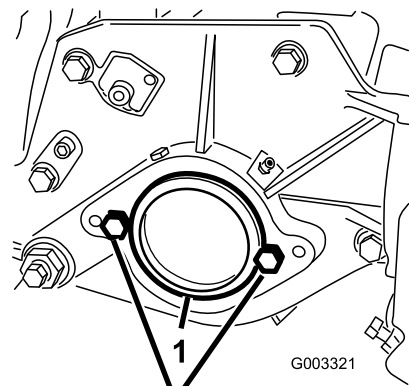

Bild 12
2. Nehmen Sie rechts an der Schneideinheit den Plastikstöpsel vom Lagergehäuse ab (Bild 12).
3. Nehmen Sie die zwei Kopfschrauben von der rechten Seitenplatte ab (Bild 12).
2. Kopfschraube (2)
5. Schrauben Sie die zwei Befestigungsschrauben für den Spindelmotor lose an der linken Seitenplatte der Schneideinheit fest (Bild 12).